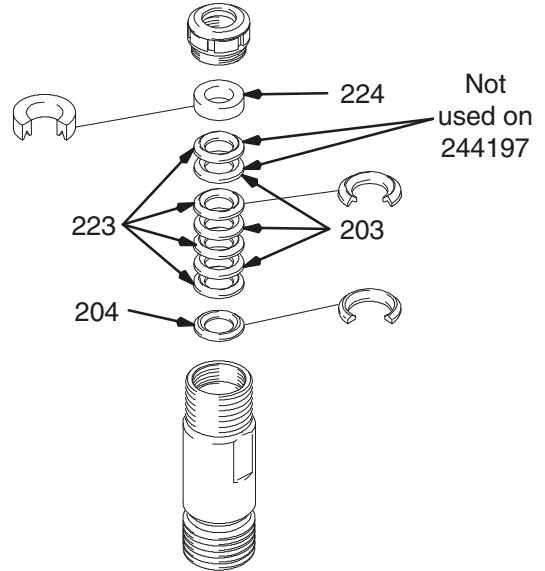

Fig. 12
Fig. 12. Antes de montar, empape todas las empaquetaduras de cuero con aceite SAE 30W durante 1 hora como mínimo. Coloque el prensaestopas macho (204) en el cilindro. Coloque las empaquetaduras alternando las empaquetaduras UHMWPE (203) con las de cuero (223) (observe la orientación). Coloque el prensaestopas hembra (224) en la parte superior del cilindro. Asiente las empaquetaduras.